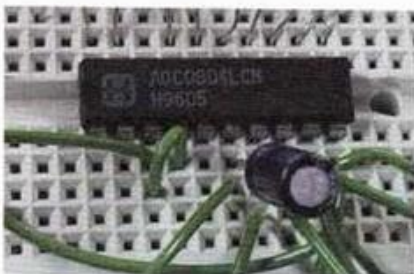

Fig. 15.20.
1. Coloca el convertor sobre la placa BOARD y realiza el montaje del esquema dado. Puedes utilizar los diodos LED del entrenador o colocarlos como se detalla en el esquema (Fig. 15.20).